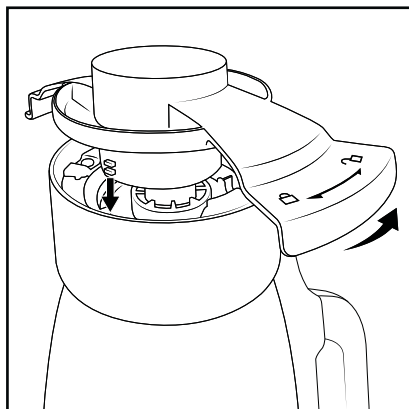

Fig. 4
- Utilice el bloqueo de la tapa **14** para retirar la cuchilla **17**. Para ello, inserte el bloqueo de la tapa **14** en los encastres de la parte inferior de la cuchilla **17** y gírela en sentido antihorario hasta que la cuchilla **17** pueda retirarse (fig. 4).